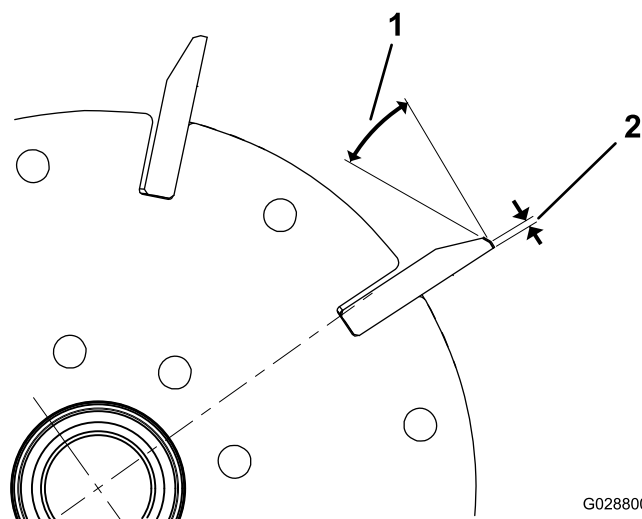
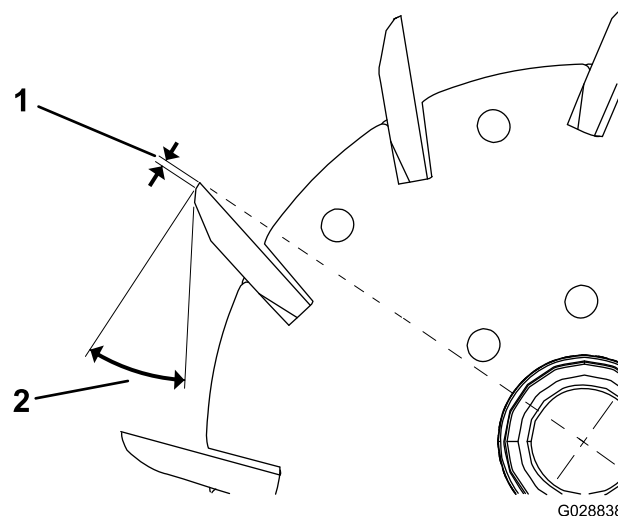

Figura 22
Figura 23
1. Applicare una rettifica di 30 gradi su tutte le lame dei cilindri fino a quando la larghezza a terra non è pari a 1,3 mm (Figura 22 e Figura 23).